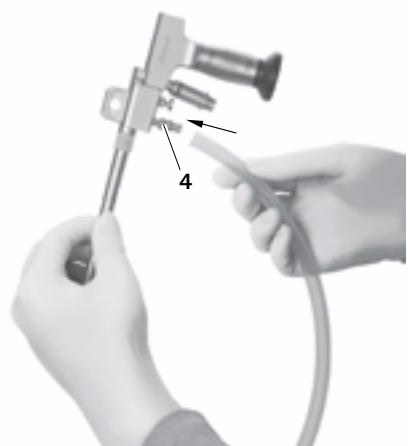

Fig. 20
- Collegare il tubicino di irrigazione all'apposito attacco di irrigazione **4**, vedere Fig. 20.